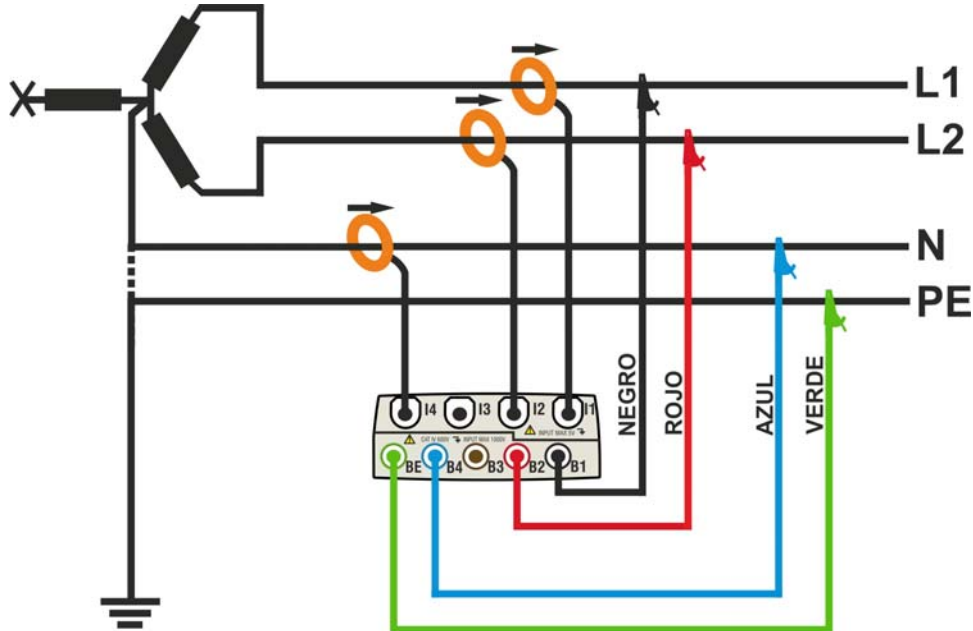

Fig. 112: Conexión del instrumento en un sistema Bifásico 3-hilos 3POY
2. Conecte los cables de medida de tensión sobre los conductores de L1, L2 y N respetando los colores como muestra la Fig. 112
3. Conecte las pinzas de corriente sobre el conductor L1, L2 y N como muestra en la Fig. 112 **respetando el sentido de la flecha** presente sobre la misma pinza que indica la dirección convencional de la corriente desde el generador a la carga. **Verifique siempre (seleccionando preliminarmente el sistema 3-hilos), en la pantalla de la sección Visualización Medida, que las Potencias Activas P1, P2 sean siempre positivas y que el factor de potencia Pf1, Pf2 sea correspondiente a la carga, normalmente inductivo**, antes de activar un registro. En caso de valores negativos de las potencias activas gire la pinza 180° sobre el conductor interesado.